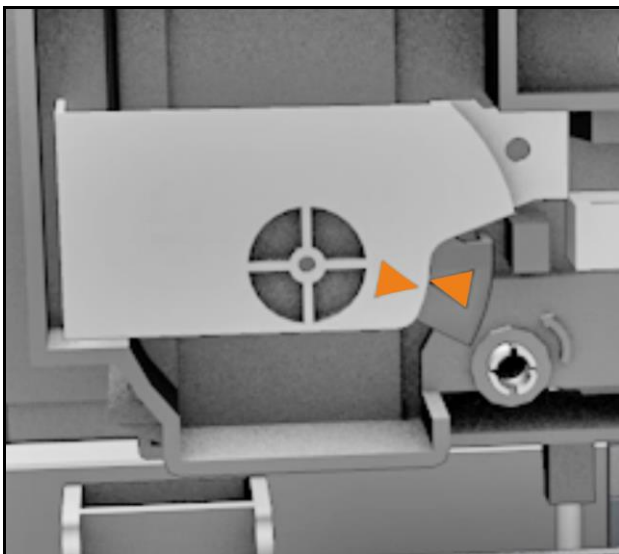

Abbildung 164 Reinigungseinheit entriegelt
6 Drehen Sie den Druckkopf (A) über die Druckkopfentriegelung (B) mit einem Schraubendreher um 90° gegen den Uhrzeigersinn in die Entriegelungsposition (siehe Abbildung 164).